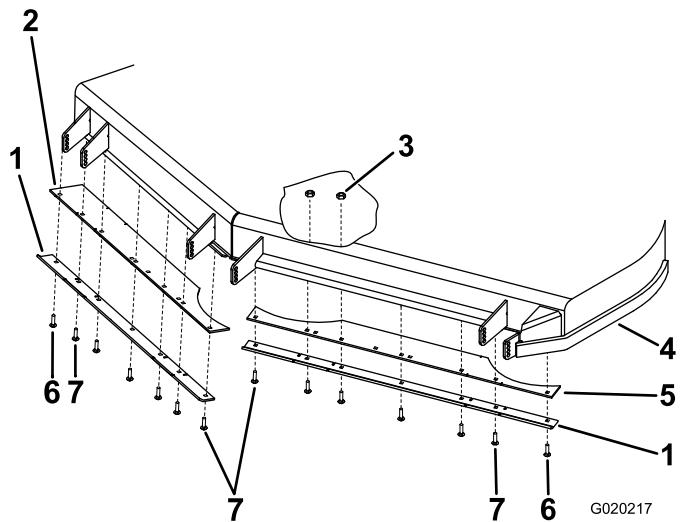

Figura 5
- Coloque el deflector recortado y el patín del faldón según se muestra en Figura 5.
- Sujete el deflector y el patín del faldón a la carcasa con seis pernos de cuello cuadrado (5/16 x 1 pulgada) y seis contratuerca (5/16 pulgada) (Figura 5).
- Instale un perno de cuello cuadrado (5/16 x 1-1/4 pulgadas) en el taladro exterior del deflector (Figura 5).